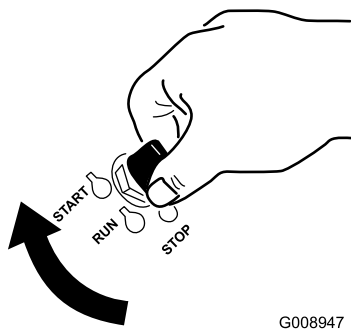

図 16
1. 始動キーを **Start** 位置に回す (図 16)。エンジンが始動したら、キーから手を離す。
6. 始動キーを Start 位置に回す（図 16）。エンジンが始動したら、キーから手を離す。